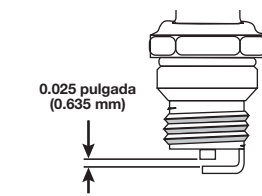

Fig. 21
4. Reemplace la bujía si está rajada, corroída o sucia. Ajuste el espacio de la bujía a 0.025 pulgada (0.635 mm) con la ayuda de un calibrador de hoja (Fig. 21).